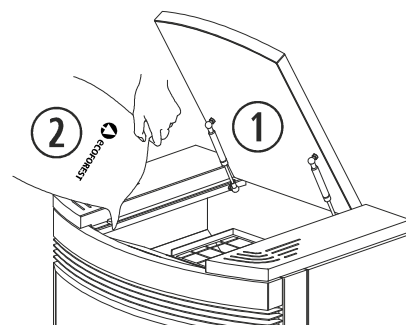
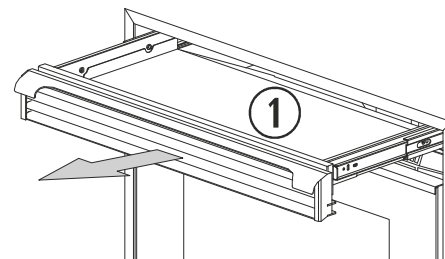

Figura 2
Figura 3
- 2.11. Per effettuare il rifornimento di carburante nella stufa, dobbiamo aprire il coperchio del serbatoio e svuotare il sacco di carburante, facendo attenzione ad evitare fuoriuscite di carburante. Vedi *figura 2 (ECO III)*. Nei modelli *Córdoba* (*figura 3*) e *Córdoba Glass*, il rifornimento di carburante avviene estraendo il vassoio di rifornimento, grazie alle maniglie di cui è dotato l'elemento dell'aria di convezione. Effettuare il rifornimento sempre a freddo.
①	Coperchio del serbatoio.
②	Carburante.